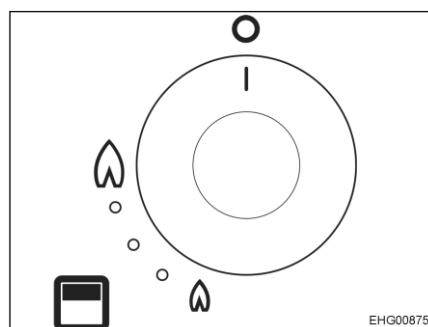

Bild 129 Drehregler für Gasgrill
- Drehregler (Bild 129) drücken und entgegen dem Uhrzeigersinn auf Zündposition (große Flamme) drehen.